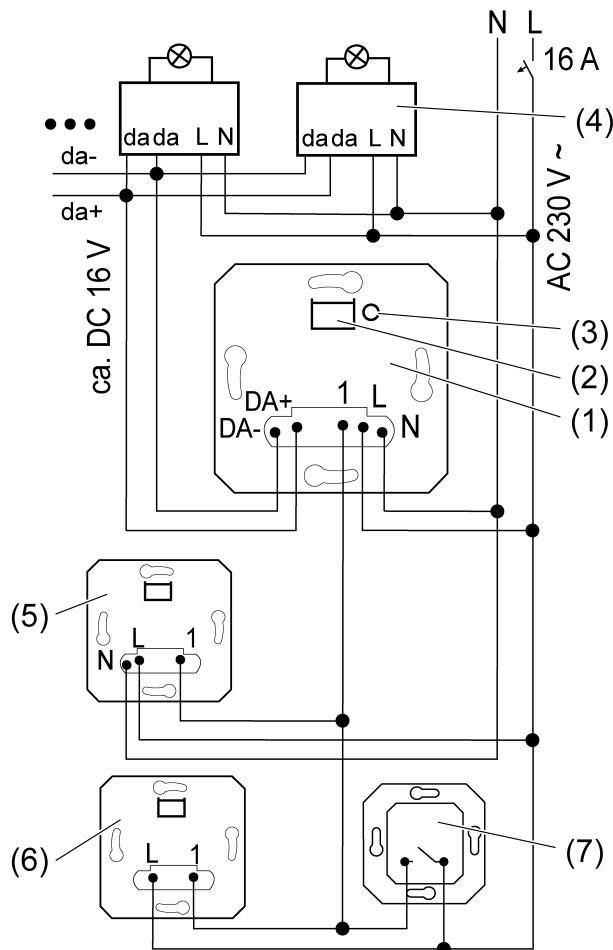

рисунок 1: Схема подключения с дополнительными подчиненными узлами локальной сети
- Подключите вставку DALI (1) и элементы DALI (4) согласно схеме соединений (рисунок 1).
- i** Путем кратковременного нажатия кнопки **Test** (3) можно включить подключенный светильник без насадки.